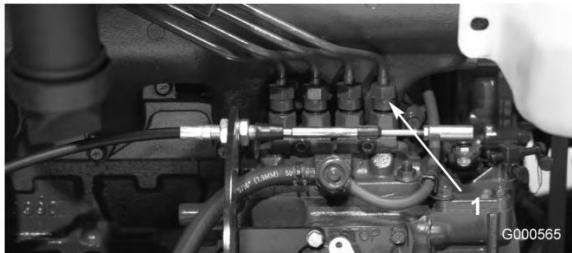

Figura 41
1. Liberte a tubagem que se encontra ligada ao injector nº 1 e à estrutura de suporte da bomba de injecção (Figura 41).